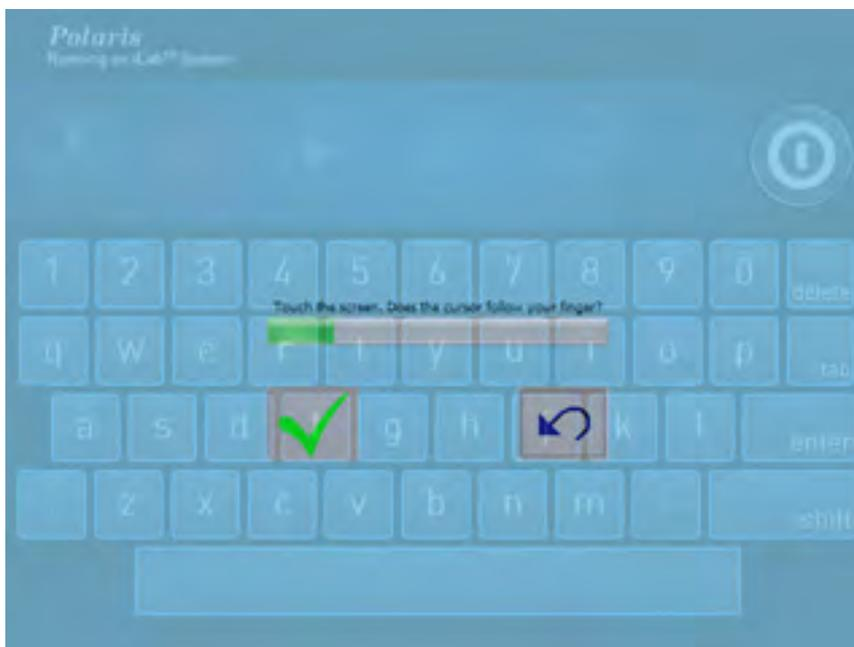

Figure 3-2 Écran de confirmation du curseur
3. Appuyer fermement sur l'écran et déterminer si le curseur suit le doigt. Si le curseur suit le doigt, appuyer sur le bouton comportant une coche verte pour terminer la calibration. Voir la figure 3-2.